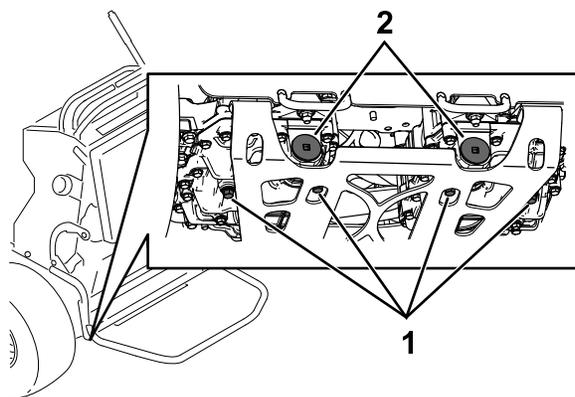

Рисунок 85
5. Найдите пробку сливного отверстия в нижней части каждой трансмиссии и установите сливной поддон под пробки (Рисунок 85).